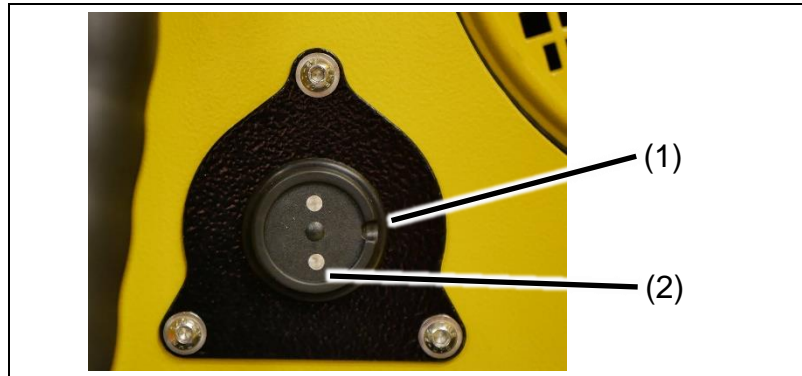

Abb. 5-9: MagCode Ladestrom-Steckdose
1. MagCode-Stecker der externen Ladeeinrichtung (z. B. Batterieladegerät) anhand der Arretierung (Abb. 5-9-(1)) ausrichten.
2. Stecker auf die MagCode-Steckdose (Abb. 5-9-(2)) aufsetzen.